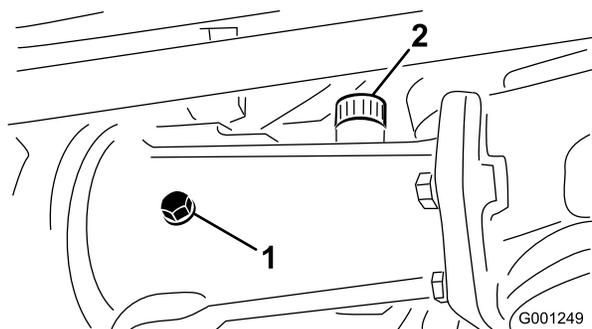
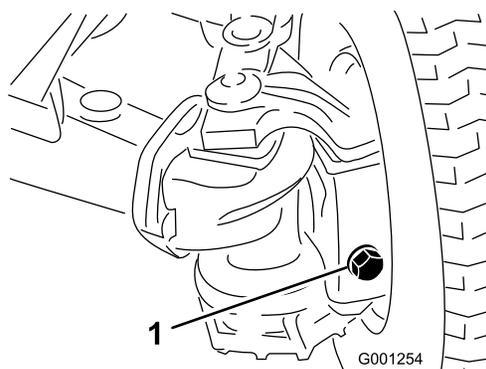

Figura 27
Figura 28
- Togliete i tappi di controllo dall'assale e verificate che il lubrificante raggiunga la base di ciascun foro. Se il livello è basso, togliete i tappi di riempimento e rabboccate con lubrificante finché non raggiunge la base dei fori dei tappi di controllo (Figura 27 e Figura 28).